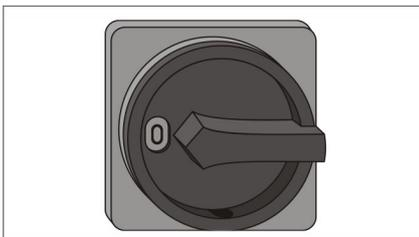

Abb. 34 Hauptschalter
02. Alle Hauptschalter Abb. 34 in Stellung "0" drehen.